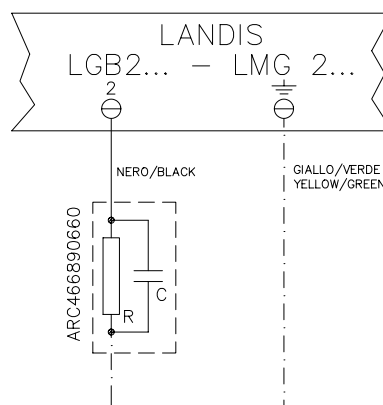
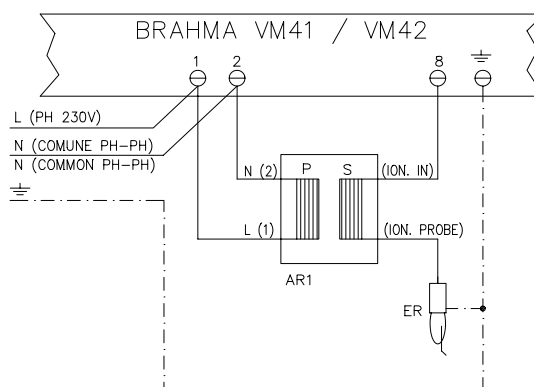

Fig. 29a
Fig. 29b
In caso l'alimentazione elettrica del bruciatore sia 230 V fase-fase con apparecchiatura Brahma VM4..., per aumentare la tensione tra elettrodo e massa occorre utilizzare il trasformatore d'isolamento Brahma AR1 (ns. codice 2531006), collegato come in Fig. 29b
* Vedere Fig. 29a e Fig. 29b.